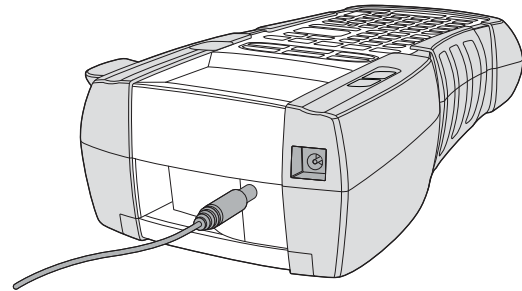

Figure 2
1. Branchez l'adaptateur dans le connecteur d'alimentation situé sur le haut de l'imprimante. Voir Figure 2.